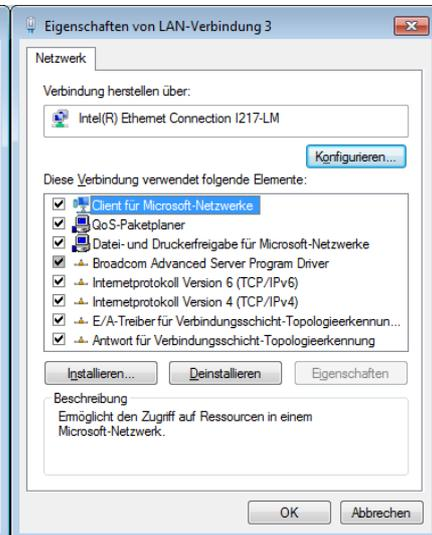

Bild 2
- Mit einem <Doppelklick> auf „Internetprotokoll“ (Bild 2) wird die Funktion aktiviert.